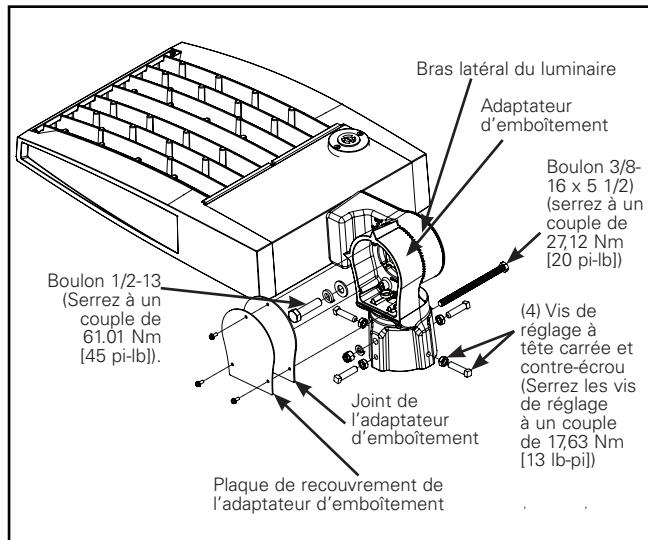

Figure 2b.
- Faites glisser la rondelle de blocage et la rondelle plate sur le boulon 1/2-13 de grade 8 (1).
- Pour un montage sur tenon horizontal, un boulon traversant de 9,5 mm (3/8 po) de diamètre doit être installé dans le trou de 10,16 mm (0,400 po) fourni sur l'adaptateur d'emboîtement. Le trou de 10,16 mm (0,400 po) est situé à 5,08 cm (2 po) du bas de l'adaptateur d'emboîtement au centre du trou (Figure 2b.).
- Installez soigneusement le slipfitter sur le tenon puis serrez temporairement les (4) vis d'ajustement à tête carrée.
- Fixer le couvercle sur le slipfitter à l'aide des (3) vis à tête hexagonale.